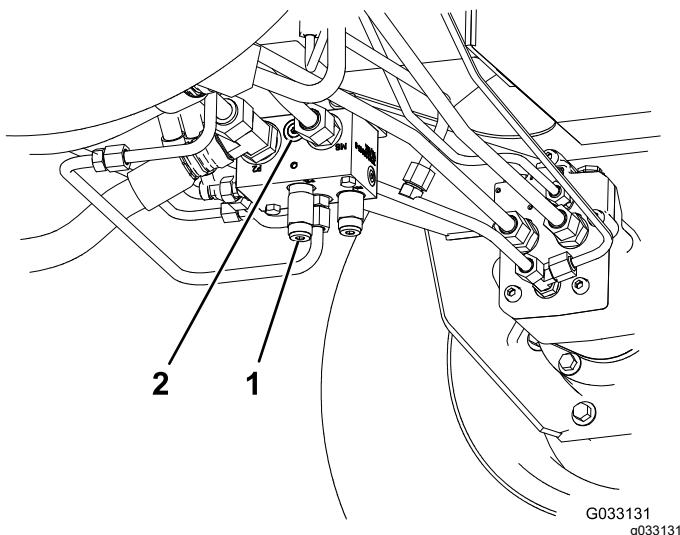

図 42
1. 後部走行マニホルドのポート M8 と P2 との間にあるマークなしのポートに故障診断用フィッティングを取り付ける 図 42。